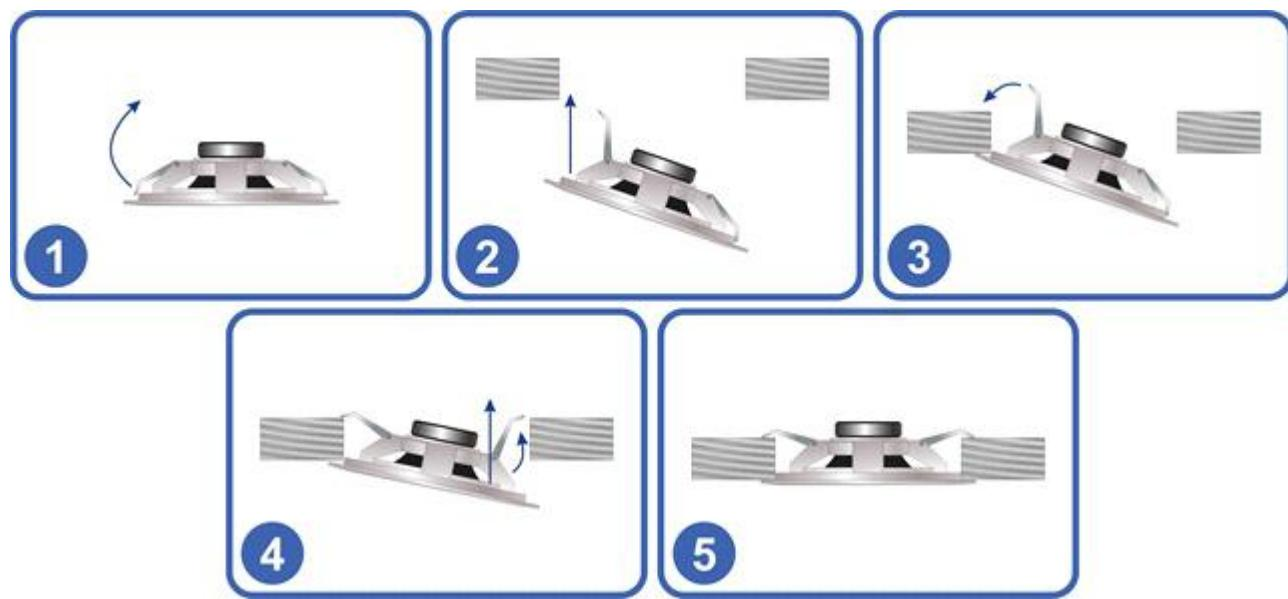

Рисунок 4
- 4.4 Для установки громкоговорителей необходимо: подключить провода кабеля линии связи к винтовым клеммам громкоговорителя, руководствуясь схемой на рисунках 3 и 4, сжать пружинные скобы крепления громкоговорителя и установить его в заранее подготовленное установочное отверстие диаметром 150 мм (рисунок 4).